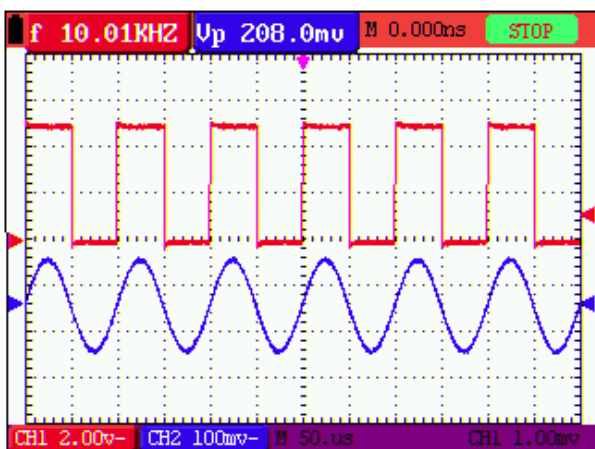

Рисунок 13. Фиксация изображения на экране
2. Нажмите кнопку **RUN/STOP** еще раз, чтобы вернуться в обычный режим работы осциллографа. (см. рисунок 13)